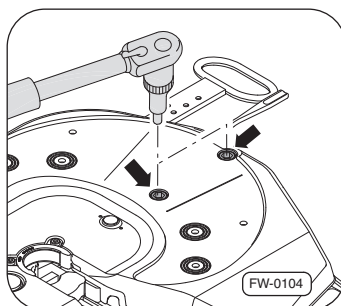

Fig. 24 · Démontage de la sellette d'attelage de la fixation du palier du sabot d'appui
2. Retirer les vis (4x) ⇒Fig. 24, –flèche– de la fixation du sabot d'appui à l'aide d'un outil approprié et les mettre au rebut.